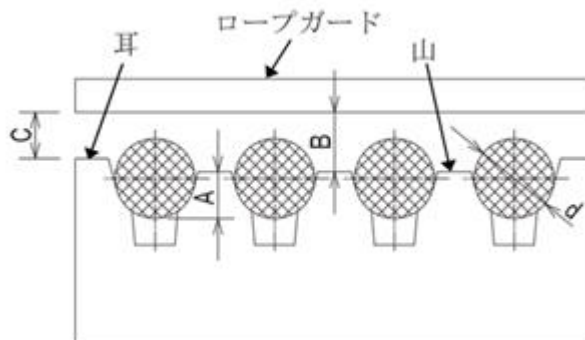

図 5-2：ロープガード取付け寸法
- ① 取付け状態の変化や条痕、及び亀裂等の異常がないこと。
- ② 綱車のロープ溝に規定値以上の摩耗※1、及びロープスリップ等の異常がないこと。
- ③ 軸受に異常音、及び異常振動等がないこと。
- ④ ロープとロープ外れ止め間の隙間寸法は図 5-2、及び表 5-2 の基準を満たし、ロープ外れ止めの干渉等の異常がないことを確認すること。